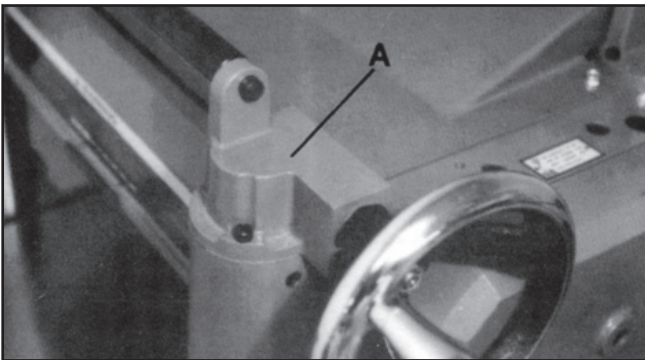

Figura 1
2. Instale la caja de engrane de gusano (A, Figura 1) en la esquina superior derecha de la máquina con tres tornillos M6x20.